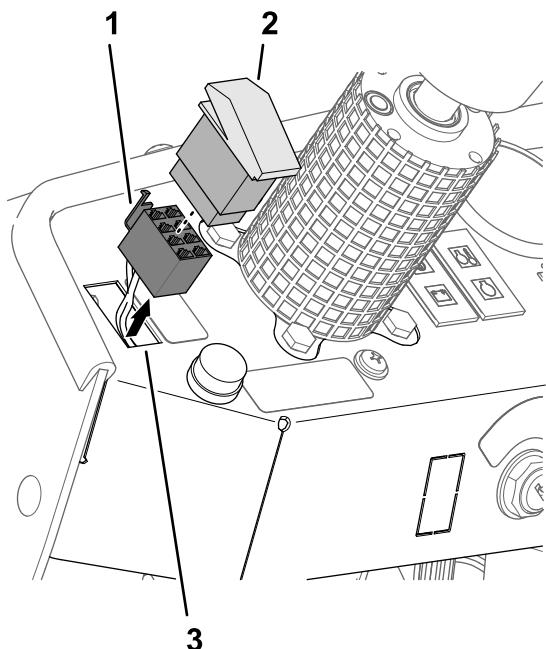

Figura 28
1. Retire o interruptor das luzes do painel de instrumentos (Figura 28).
2. Remova o conector de oito tomadas rotulado HEADLIGHT SWITCH (interruptor do farol) do interruptor do farol (Figura 28).